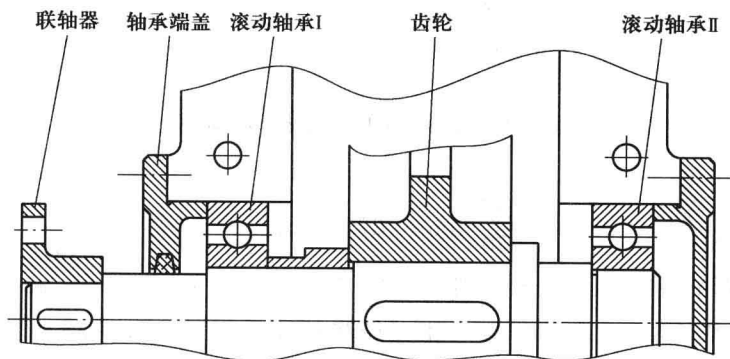

图 9.2
① 阶梯轴的相邻轴径变化应尽量小,并在阶梯变化处采用较大的过渡圆角,或采用过渡肩环、凹切圆角;当轴毂连接采用过盈配合时,应尽量减小过盈量,或在轴上、轮毂上加工卸载槽;在轴上避免开槽孔、切口或凹槽,轴上键槽可采用盘铣刀加工。以上这些做法可减小应力集中。
② 提高轴的加工精度,降低轴的表面粗糙度值,采用辗压、喷丸、表面淬火等方法对轴表面进行强化,从而提高轴的表面质量。
③ 在保证强度和结构要求的前提下,轴径尺寸应尽量小。
(4) I 轴上只有两个半联轴器,半联轴器在轴上的轴向固定采用轴肩,周向固定可采用普通平键连接;而 II 轴上装有半联轴器、滚动轴承和齿轮,其固定的方式如图 9.2 所示,半联轴器在轴上的轴向固定采用轴肩,周向固定可采用普通平键连接。滚动轴承在轴上的轴向固定采用轴肩—轴承端盖及套筒—轴承端盖,周向固定采用过盈配合。齿轮在轴上的轴向固定采用轴肩(或环)—套筒,周向固定采用普通平键连接。